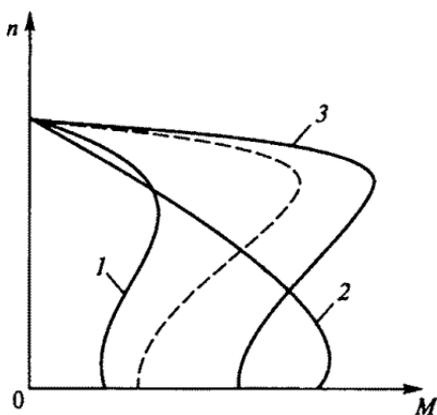

Рис. 220
9.35. Естественная механическая характеристика асинхронного двигателя показана на рис. 220 штриховой линией. Указать, какой вид (1... 3) будет иметь характеристика двигателя при напряжении на обмотках его статора меньше номинального.